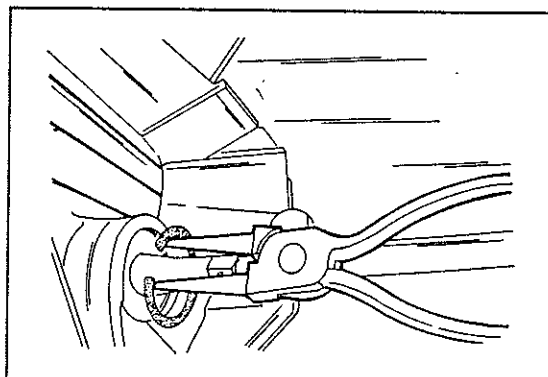

Bild 139
- Dem Verlauf der Tachometerspirale verfolgen und mit einer Sprengringzange den Sprengring im Getriebe entfernen, wie es in Bild 139 gezeigt ist. Die Tachometerspirale herausziehen und zur Seite drücken.